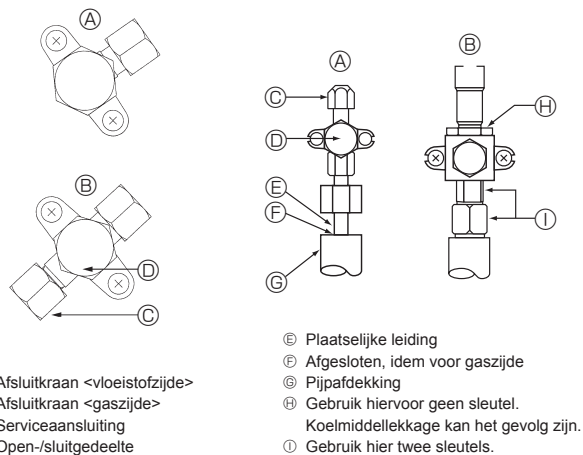

Fig. 4-5
- ① Maak de verbindingen van de koelstofleidingen voor het binnen-/buitenapparaat als het afsluitkraan van het buitenapparaat geheel gesloten is.
- ② Ontlucht de binnenunit en de verbindingen.
- ③ Controleer na het aansluiten van de koelstofpijpen de pijpen en het binnenapparaat op gaslekkage. (Zie 4.4. 'Luchtdichtheid van de koelstofpijpen testen'.)
- ④ Zet een sterke vacuümpomp op de dienstopening van de afsluitkraan en haal na dat u -101 kPa (5 Torr) bereikt het vacuüm voldoende lang (minstens een uur) om de binnenzijde van de pijpen te vacuümdrogen. Controleer de mate van vacuüm altijd op het verdeelventiel. Als er nog vocht in de pijp zit, wordt de mate van vacuüm soms niet bereikt in een korte tijd van vacuüm toepassen. Zet na het vacuümdrogen de afsluitkranen (van zowel vloeistof als gas) voor het buitenapparaat geheel open. Hierdoor worden de koelstofpijpen van binnen- en buitenapparaat volledig met elkaar verbonden.
- ⑤ Dicht de uiteinden van het isolatiemateriaal bij de pijpverbindingen af met afdichtmiddel om te voorkomen dat er water onder het isolatiemateriaal doordringt.
4.4. Luchtdichtheid van de koelstofpijpen testen (Fig. 4-5)